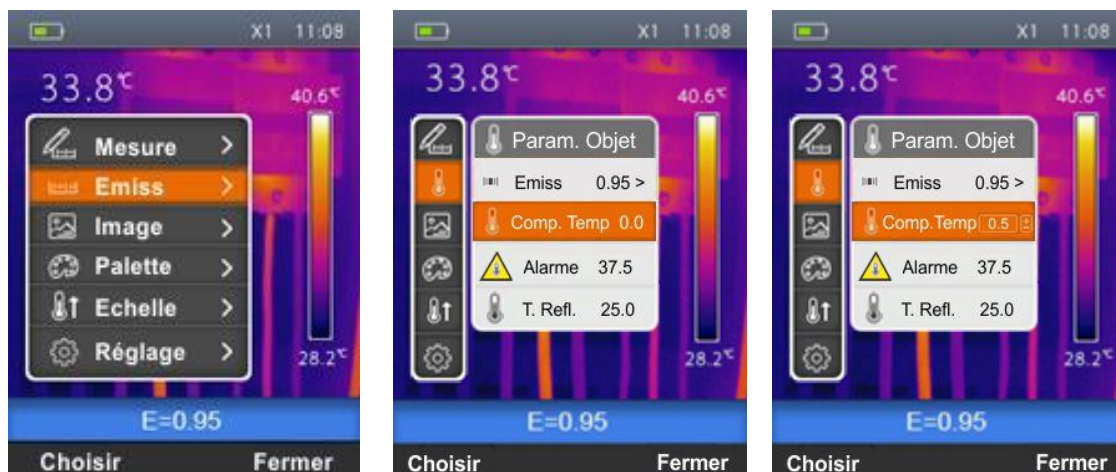

Fig. 19 : Réglage de la compensation de température sur l'instrument
1. Sélectionner « Émiss » à l'aide des touches \oplus ou \ominus et appuyer sur la touche \Rightarrow . La page-écran de Fig. 19 – partie centrale est affichée à l'écran
- Utiliser les touches \oplus ou \ominus pour sélectionner «Comp. Temp» et appuyer sur la touche \Rightarrow . La page-écran de Fig. 19 – partie droite est affichée.